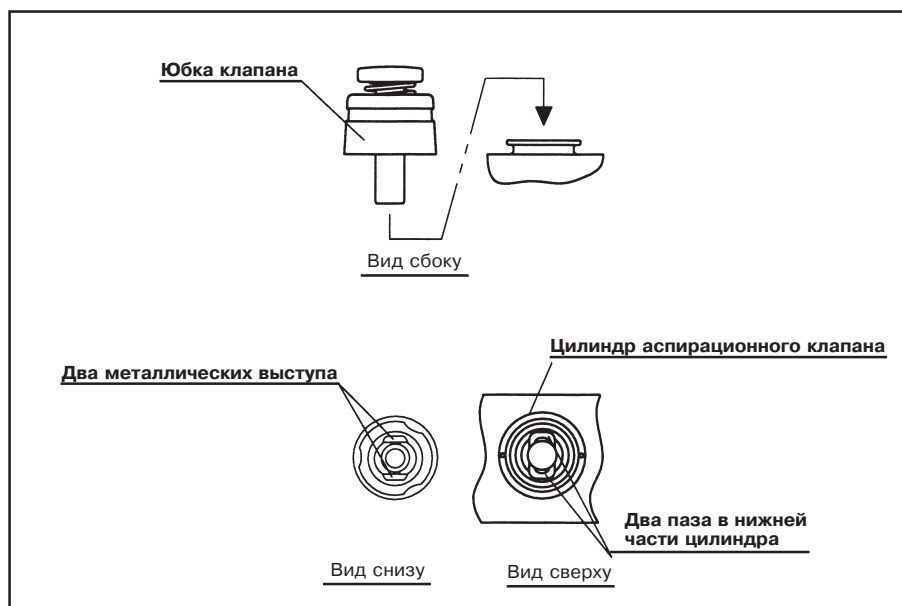

Рис. 3.8
2. Вставьте аспирационный клапан в отверстие цилиндра аспирационного клапана на эндоскопе (см. рис. 3.8 и 3.9). Убедитесь, что клапан полностью соответствует размерам цилиндра, без зазоров и вздутия юбки клапана.